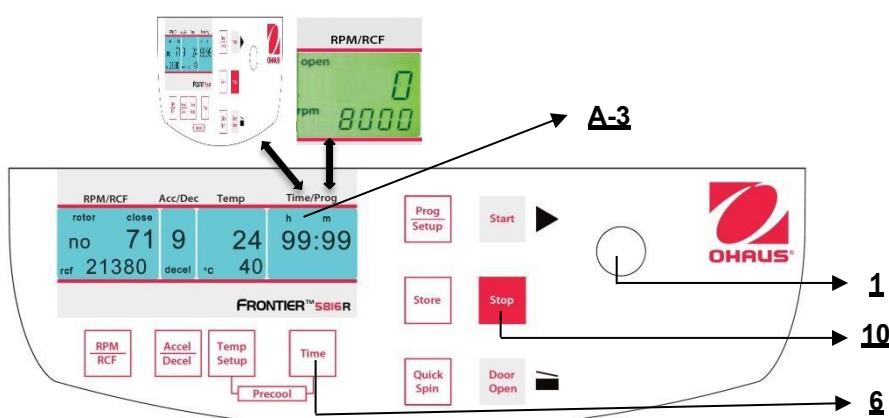

Abbildung 20
Die Anzeige zeigt immer die verbliebene Zeit. (Siehe Abbildung 20)
Wenn die Proben temperaturrempfindlich sind, ist es sinnvoll, die Zentrifuge, den Rotor und möglicherweise die Behälter auf die gewünschte Arbeitstemperatur vorzukühlen. Fügen Sie daher den gewünschten Rotor ein und stellen Sie die entsprechende Temperatur vorab ein. Durch gleichzeitiges Drücken der Tasten "Temp/Setup" (13) (siehe Abbildung 20) und "Time" (6) starten Sie den Durchlauf. Während des Betriebs wählt die Einheit automatisch eine Rotationsgeschwindigkeit, die 20% der zulässigen Rotationsgeschwindigkeit des entsprechenden Rotors entspricht. Nachdem die Vorstarttemperatur erreicht ist, können Sie den Vorkühltdurchlauf mit der "Stop"-Taste (10) verlassen.